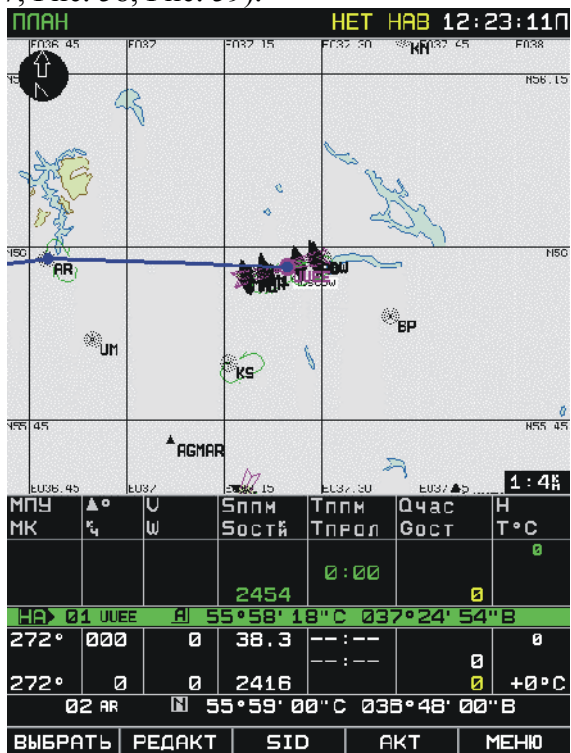

Рис. 60. Вид дисплея после подготовки данных для автоматической прокладки маршрута
6. Ввести КПМ, как указано в п. 6.1.1.1, 6.1.1.2. Вид дисплея после подготовки данных для автоматической прокладки маршрута представлен на Рис. 60.